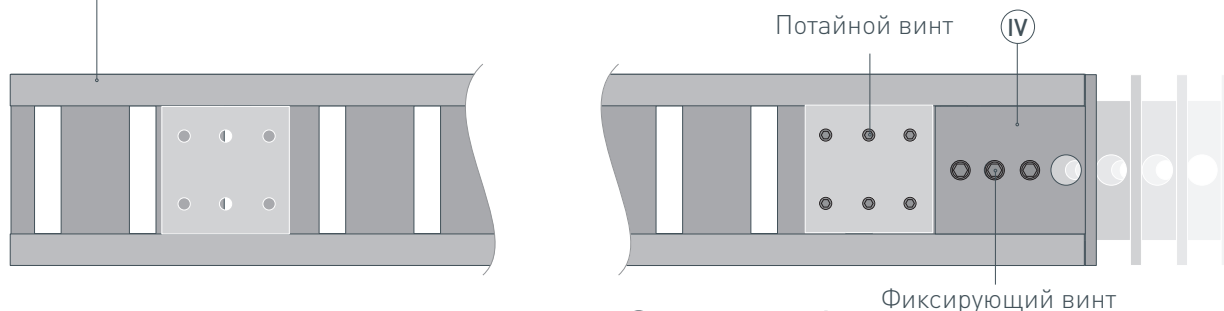

Рис. 2. Установка заглушки **Ⓓ** на профиль **Ⓘ**. Вид сверху
- 1** / Перед началом монтажа временно вытащите эластичную ленту-вставку **Ⓥ** из профиля **Ⓘ**. Установите на профиль **Ⓘ** фиксирующие крепления **Ⓦ** на одинаковом расстоянии друг от друга, как показано на рис. 1. Установите на один из концов профиля **Ⓘ** заглушку **Ⓓ** и при помощи шестигранного ключа зафиксируйте ее винтами из комплекта заглушек **Ⓓ**, как показано на рис. 2. Затяните потайными винтами фиксирующее крепление **Ⓦ**, расположенное на краю профиля **Ⓘ** с установленной заглушкой **Ⓓ**.